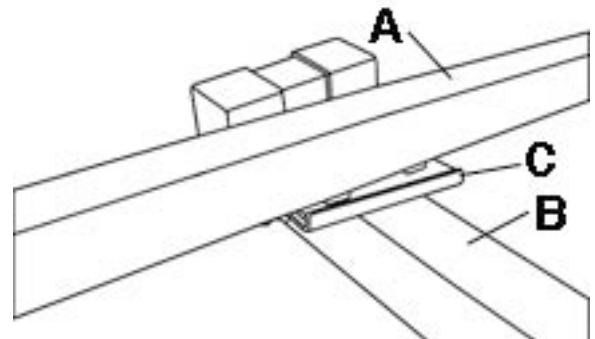

FIGURE 7
- 1) Les bras de travers sont interchangeables. Glissez la plaque fuselée du bras de travers (A) Fig.7 dans la cavité fuselée (C) sur le berceau (B).